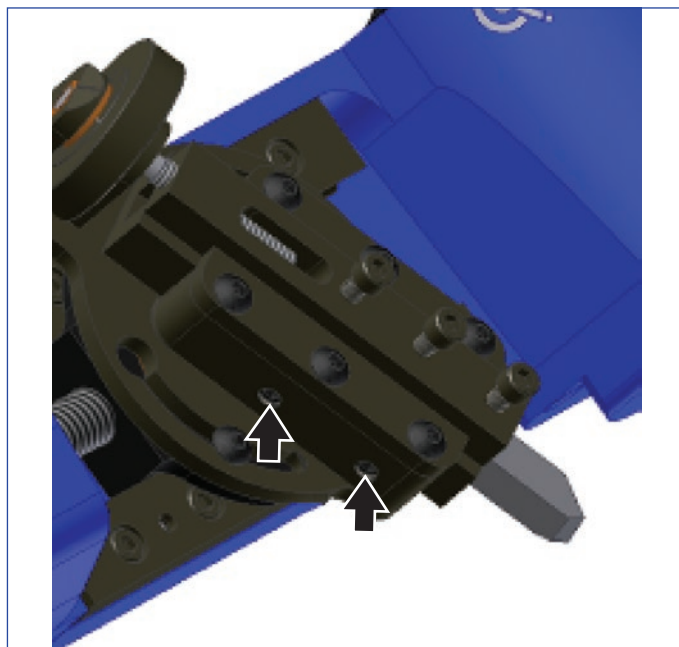

Рисунок 8
6. Установочными винтами полностью устраним любой перекос головки (см. рисунок 8). Слегка подтяните или ослабьте установочные винты так, чтобы рукоятка регулировки глубины вращалась с легким усилием.
Установочные винты с латунными наконечниками (см. рисунок 8).